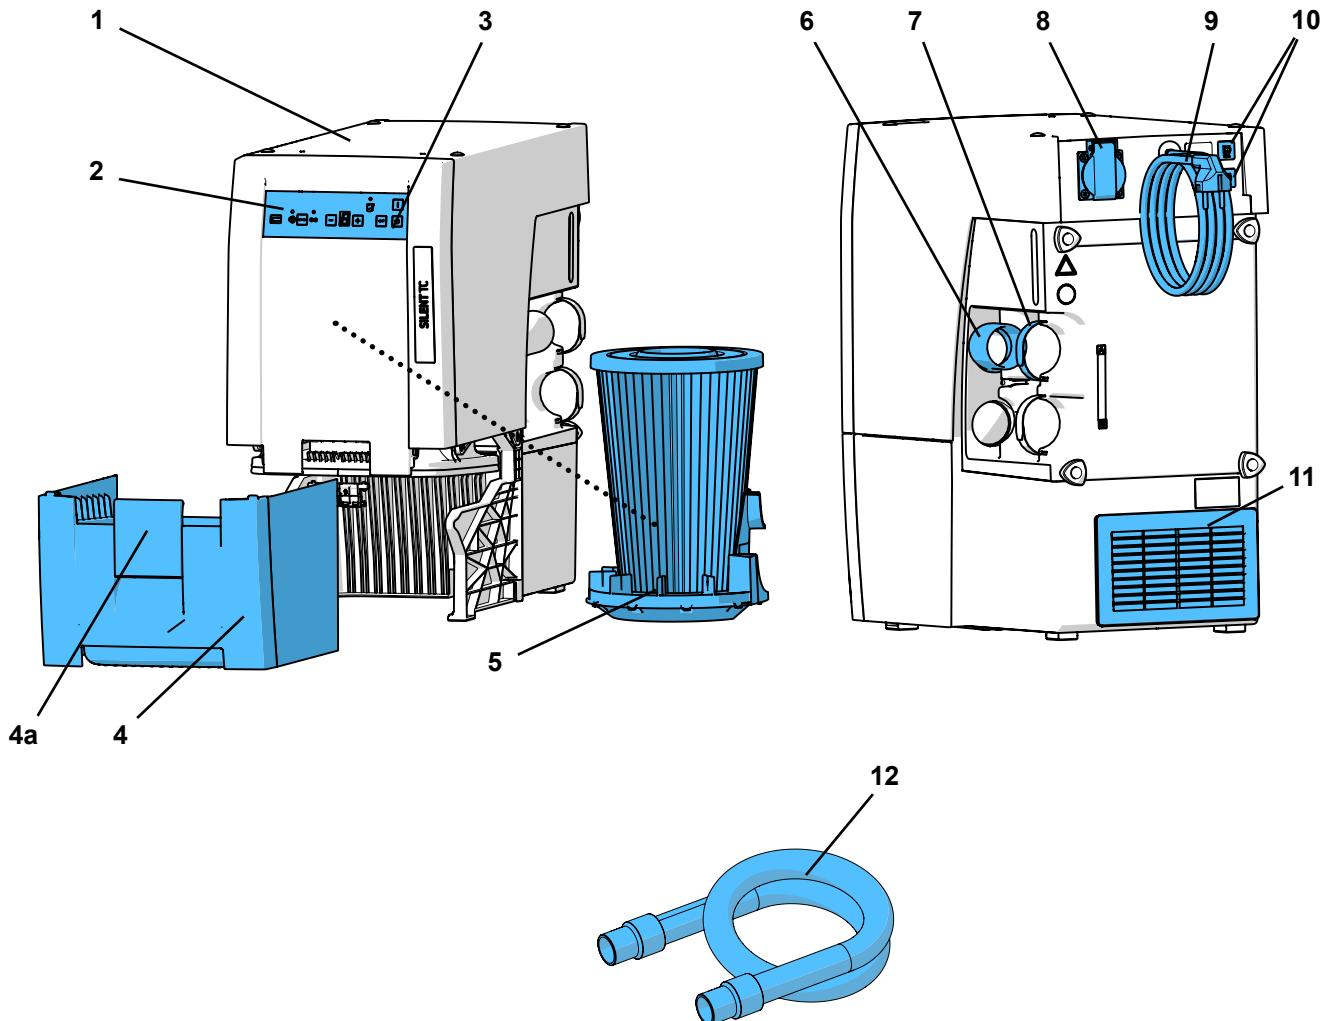

図 1
- ・排気口(11、図1)が妨げられないようにしてください。
- ・キャビネット壁の排気口(11、図1)に相対する位置に開口部(B)、サイズは250 x 120 mm以上。
⇒巻かれた電源コード(9、図1)をほどき、建物設置のコンセントにプラグを差し込みます。
器具の差し込み口（8、図1）に接続された電気装置に応じて吸引されます。